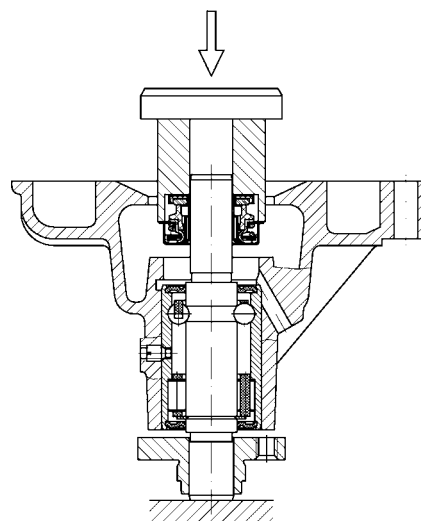
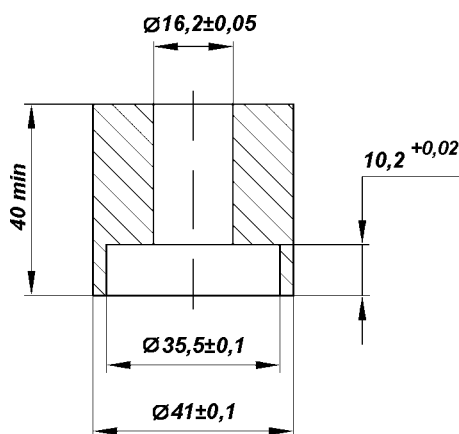

Рис. 4.55. Запрессовка уплотнения насоса системы охлаждения
Рис. 4.56. Оправка для запрессовки уплотнения
- с помощью оправки запрессовать уплотнение на вал подшипника и в корпус насоса, не допуская перекоса (рис. 4.55). Для запрессовки уплотнения использовать оправку (рис. 4.56), с помощью которой обеспечивается необходимое сжатие пружины уплотнения;